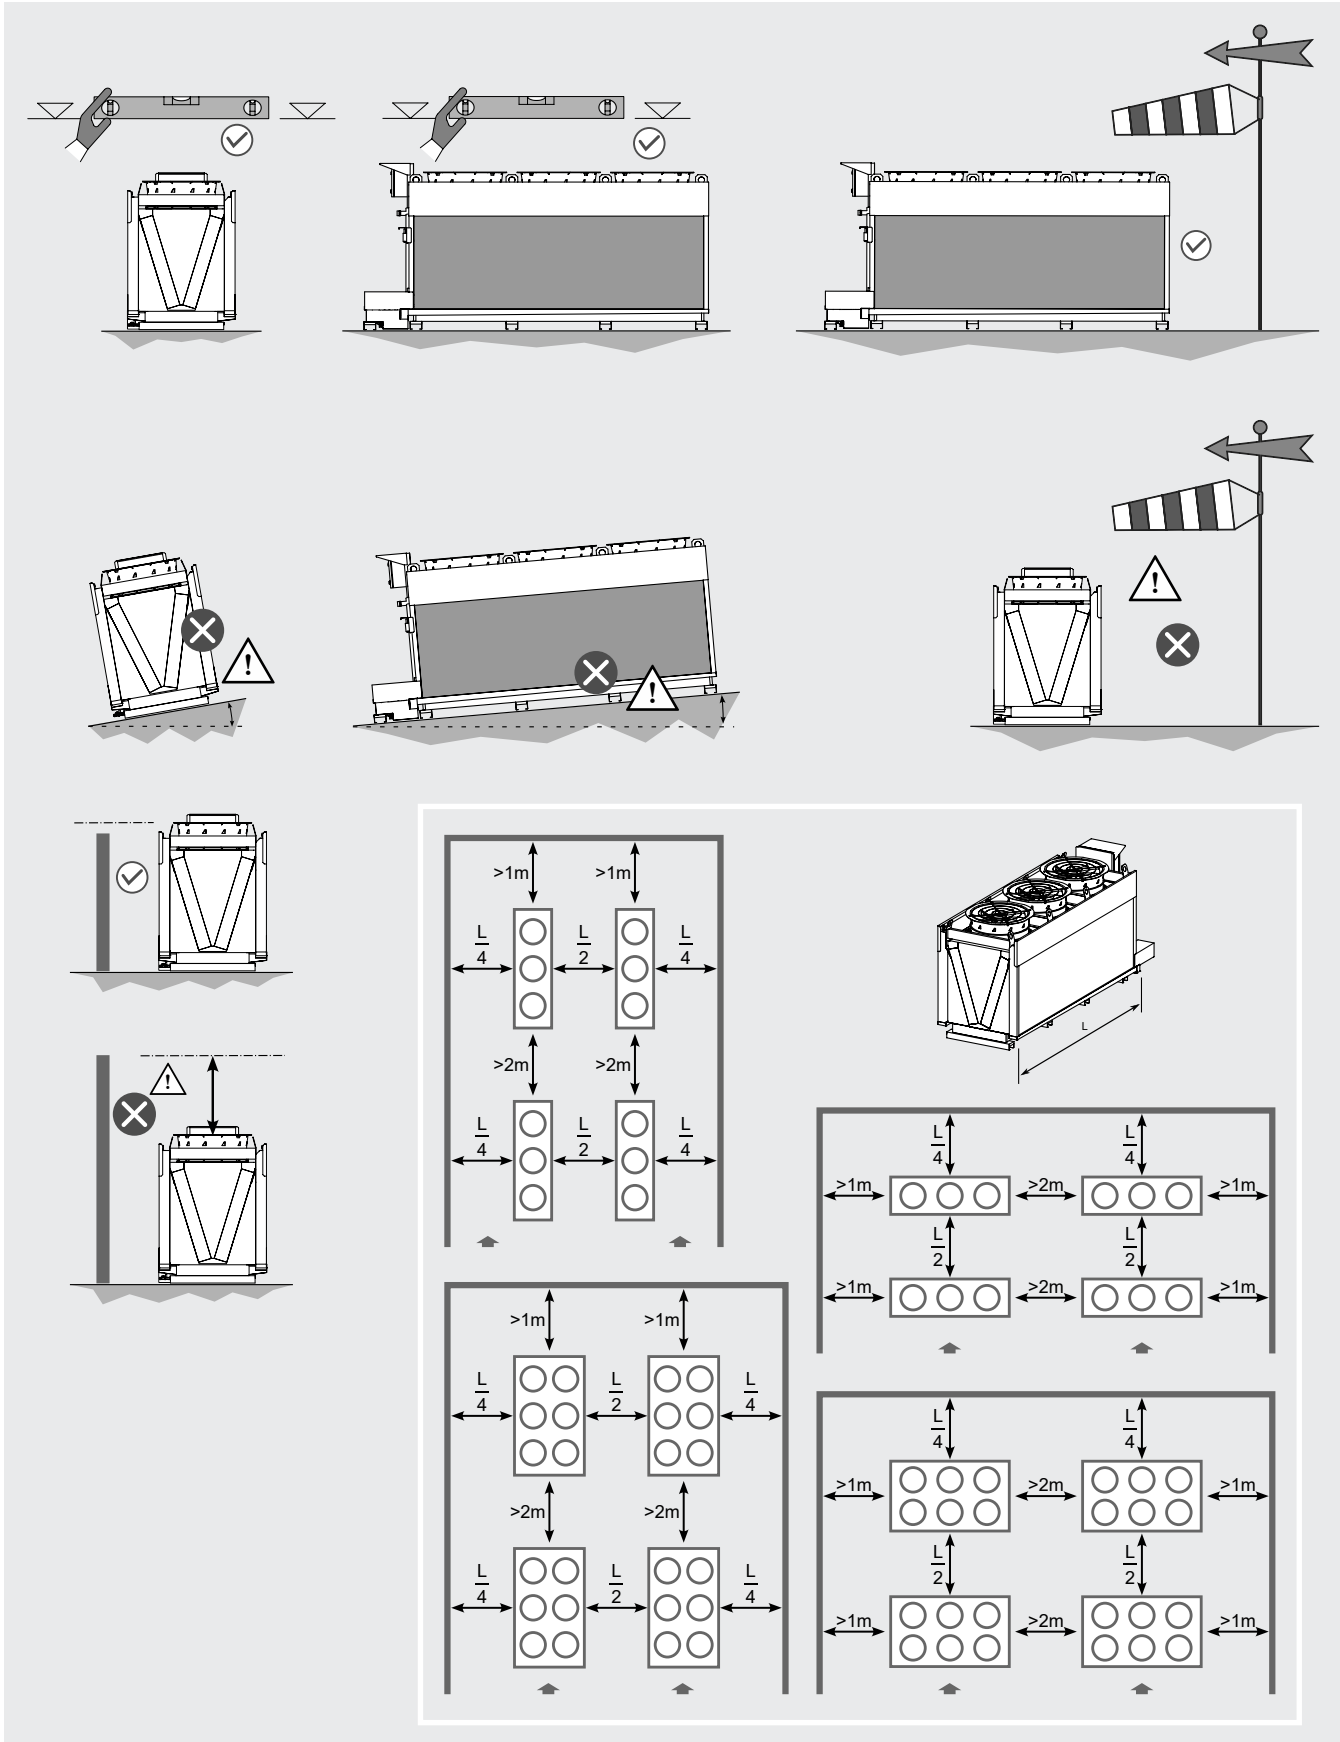

Figura 10
- 6.6 Prevedere uno spazio adeguato alla circolazione dell'aria e alla manutenzione. Evitare di convogliare il flusso dell'aria direttamente contro superfici con potere riflettente o che comunque elevino il livello di rumorosità. Lo spazio minimo tra i modelli può essere ridotto in funzione dell'altezza di posizionamento con l'utilizzo di gambe speciali rialzate o di una piattaforma di supporto. Per un funzionamento ottimale, posizionare il modello in modo ortogonale alla direzione dei venti prevalenti. Il modello deve essere installato su una superficie piana perfettamente orizzontale in grado di sopportare il peso del modello. V. Figura 10.